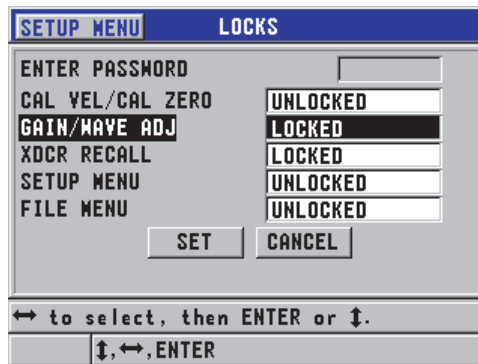

Figura 7-10 Tela LOCKS
2. Na tela **LOCKS** (veja Figura 7-10 na página 152):